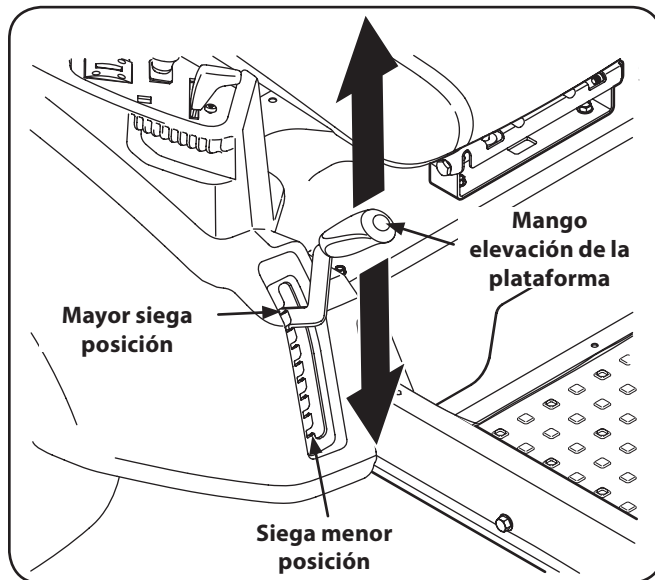

Figura 7-3
1. Usando la manija de elevación de la cubierta, levante la plataforma a la posición que le ofrece mayor recorrido horizontal de la correa entre las poleas locas de la plataforma y la polea del PTO en la parte inferior del motor. Vea la Figura 7-3.
5. Baje la plataforma en la posición más baja usando la manija de elevación de la cubierta. Vea la Figura 7-3.
1. Ubique la manija de elevación de la plataforma en la posición de corte más elevada. Vea la Figura 7-3.